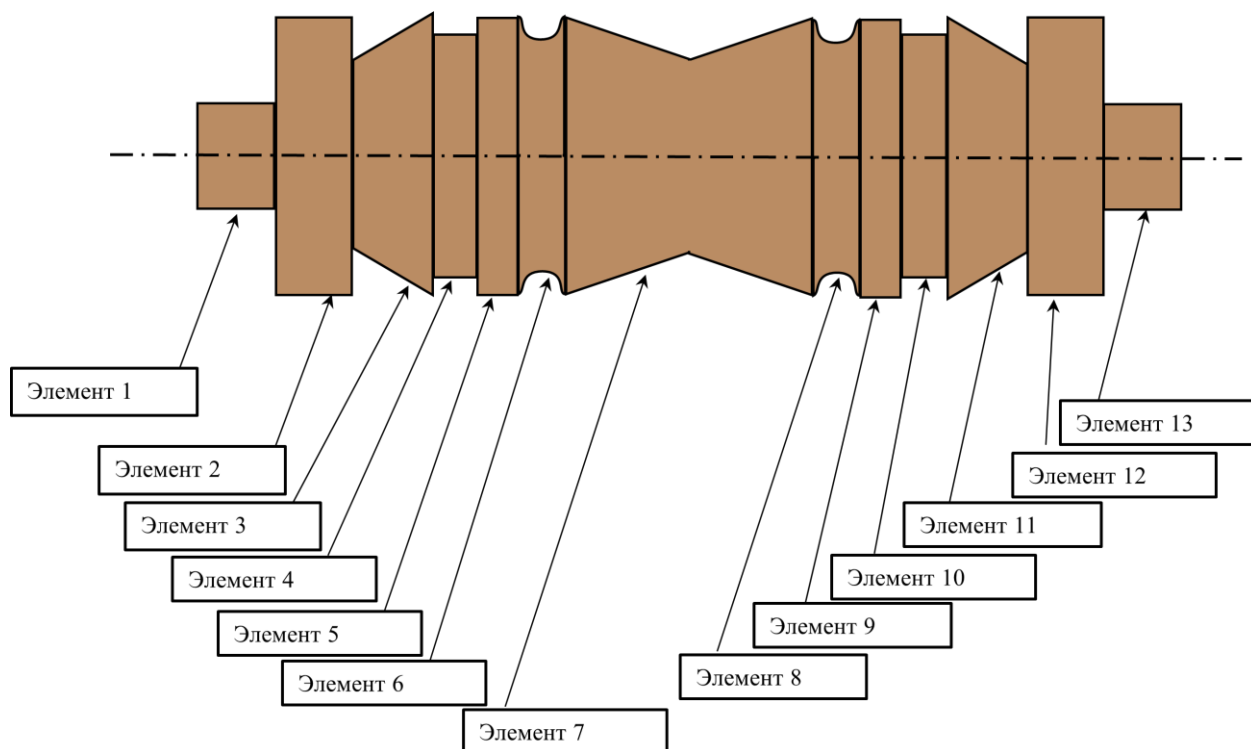

Рис.1
1. По представленной на Рис. 1. детали и в полном соответствии со значениями, указанными в таблице разработайте чертёж детали. Форму изделия, изображённую на рисунке, сохраните без изменений. На правом торце детали выполните фаску  $3 \times 45^\circ$ . Разработайте чертёж данной детали и